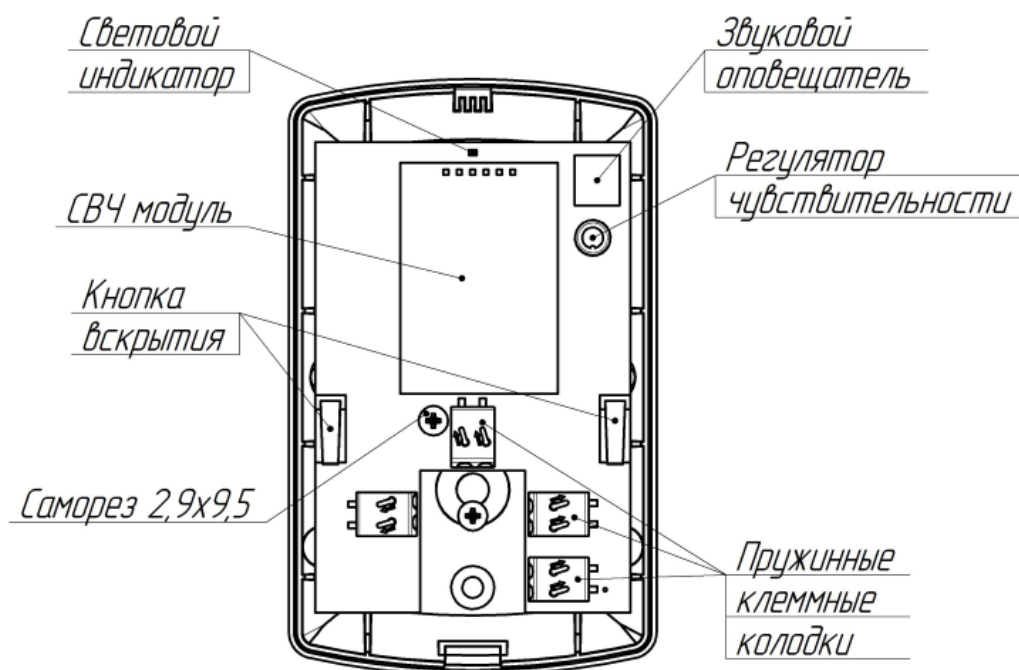

Рисунок 1.5 – Внешний вид извещателя без крышки
1.4.3.5 В извещателе предусмотрена функция отключения световой индикации. В извещателях «КОЛИБРИ-15(24)» и «КОЛИБРИ-25(24)» включение/отключение осуществляется тройным нажатием на кнопку вскрытия, расположенную в левой части платы (рисунок 1.5). В извещателях «КОЛИБРИ-15(24)-ПЛЮС», «КОЛИБРИ-25(24)-ПЛЮС» включение/отключение осуществляется в программе настройки.
а) при помощи регулятора чувствительности ЧУВСТ. на плате (рисунок 1.5) для извещателей «КОЛИБРИ-15(24)» и «КОЛИБРИ-25(24)»;